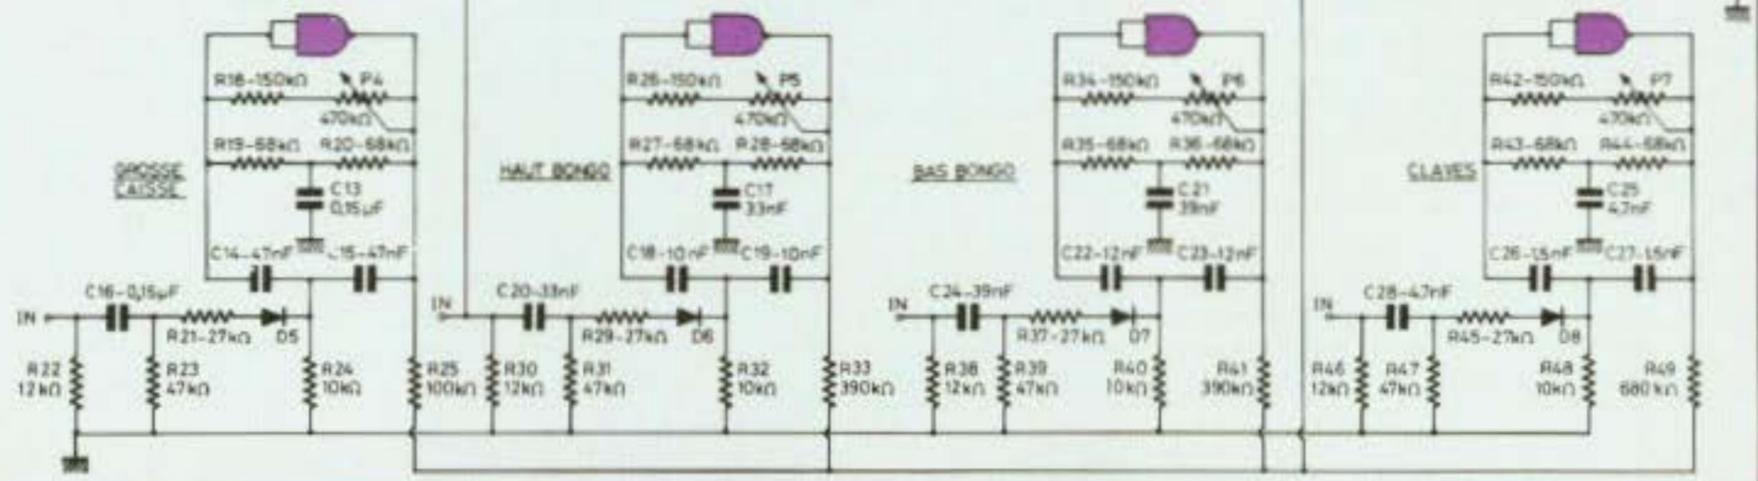

Fig. 6.
a) Premier groupe d'instruments (fig. 6)